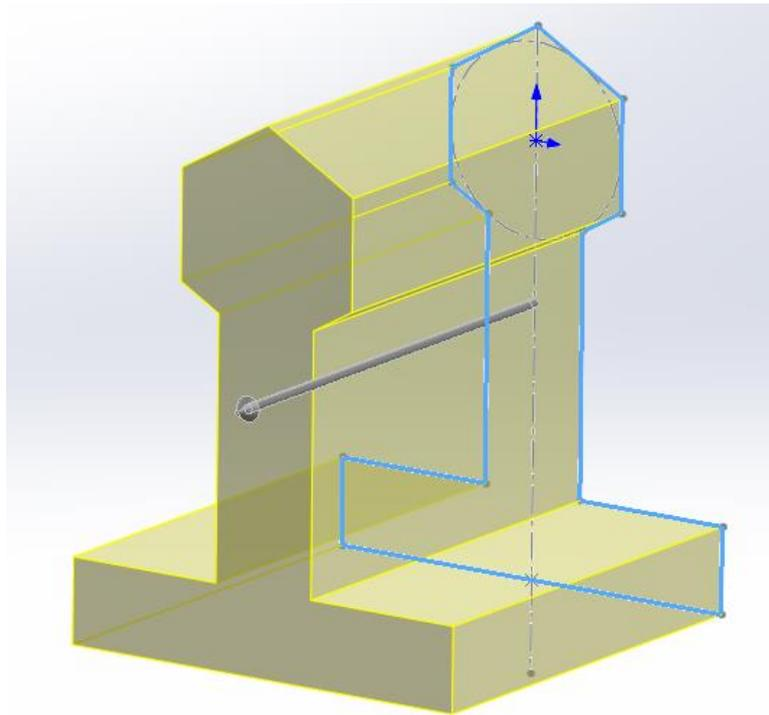

Рисунок 5.4 – Витягування основи
- Встановіть **Depth**, яка дорівнює 200 мм (рис. 5.4).